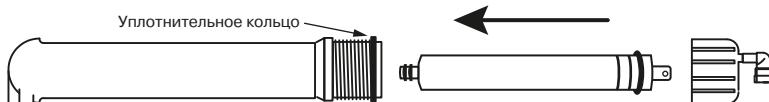

Рис. 16
1. Установите префильтры(ы). Первый префильтр (маркировка на колбе PREFILTER) уже установлен во всех моделях. В во вторую колбу (маркировка CARBON) установите угольный картридж. В третью ступень (SEDIMENT) установите механический префильтр. Картриджи, соответствующие ступеням очистки для каждой модели фильтров, перечислены в таблице на стр. 18 . Для установки картриджа необходимо раскрутить колбу при помощи ключа (10). Аккуратно снимите защитную пленку с картриджа и установите его в колбу. Обратите внимание на маркировку "THIS END NEXT TO VESSEL THREADS" на верхней крышке картриджа или на указания на этикетке. Закрутите колбу вручную, без применения ключа, не прикладывая чрезмерных усилий.
2. Установите мембранны. Для этого отсоедините трубку (H) от быстроразъемного коннектора крышки мембранны. Открутите крышку колбы мембранны (маркировка MEMBRANE). Смажьте силиконовой смазкой резиновые уплотнения мембранны. Установите мембранны в корпус согласно **рис. 16**. Смажьте силиконовой смазкой уплотнение крышки колбы мембранны и аккуратно установите его на колбу. Закрутите крышку колбы мембранны и пристыкуйте трубку (H). Следите, чтобы уплотнительное кольцо крышки колбы было установлено на колбе без перекосов.